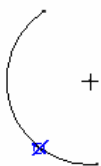
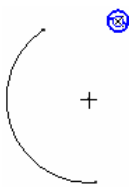

图 4.11.1 约束的“禁用”
图 4.11.2 约束的“锁定”
- 右击，对齐约束符号（小圆圈）上被画上斜线（图 4.11.1），表示对齐约束被“禁用”，即对齐约束不起作用。如果再次右击，“禁用”被取消(图 4.11.2)。